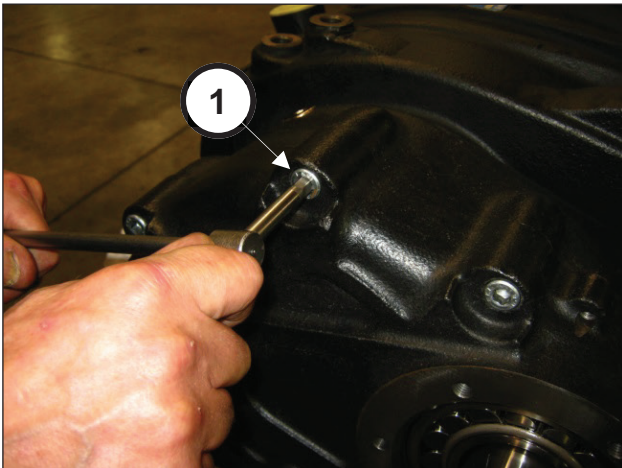

Abb. 5
Lösen Sie die Befestigungsschrauben des Getriebedeckels (Pos. ①, Abb. 5).